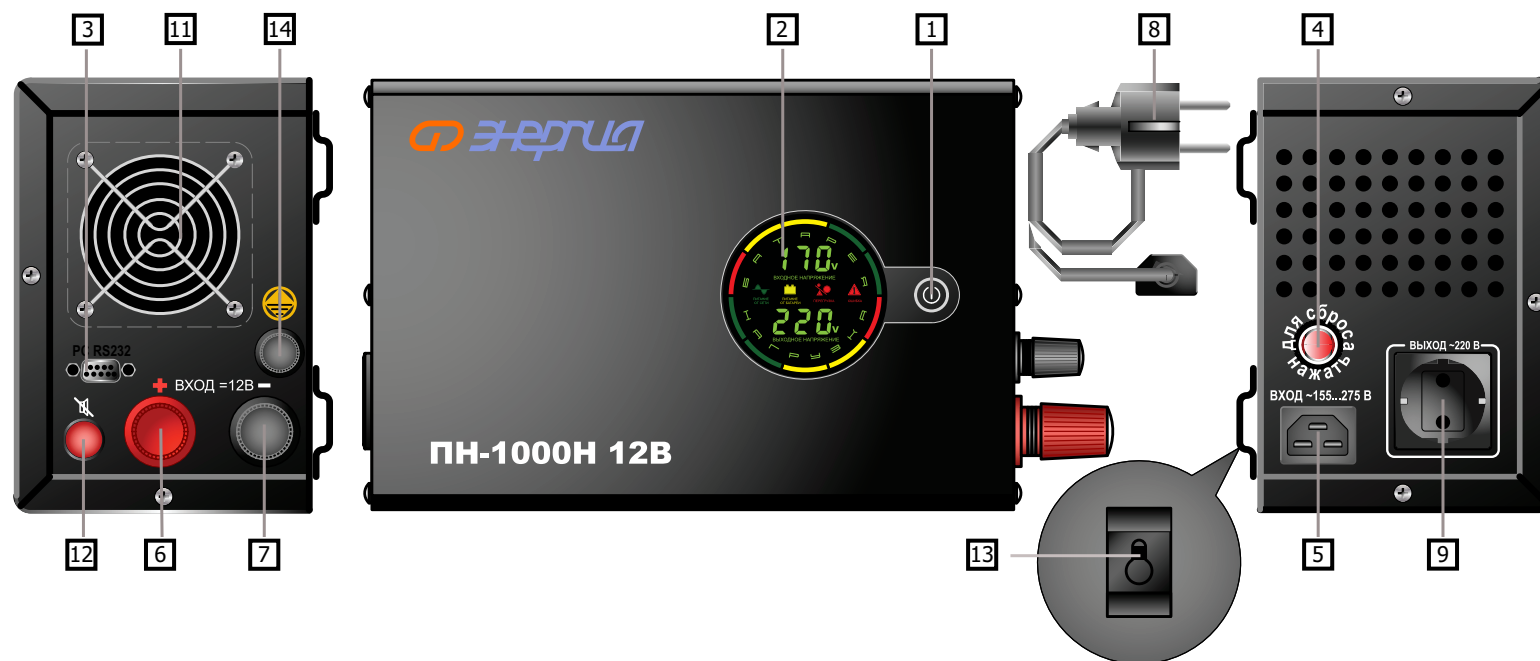
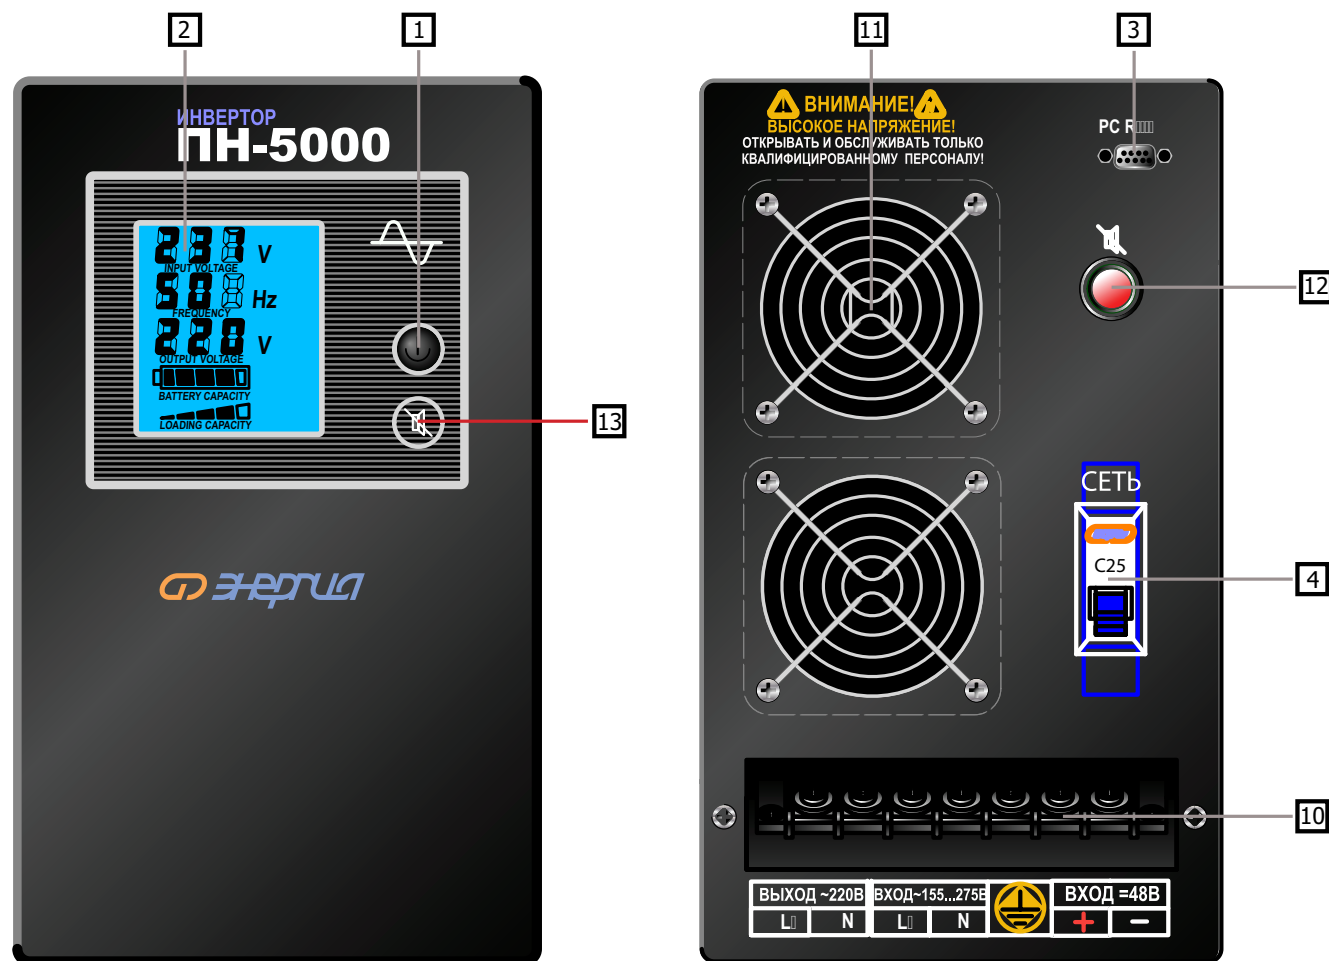

Рис. 1
Рис. 3
4.1. Перечень составных частей изделия (рис. 1,2,3).
5.2.2. После размещения инвертора в месте установки следует подключить к резьбовой клемме на клеммной колодке поз.10 (рис.3) для моделей ПН-2000,3000, 5000 или клемме поз. 14 (рис. 1,2) для моделей ПН-2000, 3000, 5000 проводник заземляющего устройства, удовлетворяющий требованиям раздела 10: «Обеспечение требований безопасности».
Даже при отсутствии сети централизованного электроснабжения необходимо подключить внешний заземлитель в соответствии с разделом 10 к клемме поз. 14 (рис. 1, 2) или на колодке поз.10 (рис.3).
5.3.1. Расположение элементов подключения, управления и индикации для всех моделей показано на рис.1,2,3. Назначение индикации навесных моделей ПН (рис.1, поз.2):
Верхние 5 секций поз.2 (рис.1.): каждая секция обозначает 20% заряда от емкости батареи, при низком заряде батареи горит красная секция.
Нижние 5 секций поз.2 (рис.1.) : каждая секция обозначает 20% нагрузки инвертора, когда нагрузка находится в пределах от 100% до 110% загорается красная секция, также загорается знак "перегрузка", сопровождающийся звуковым сигналом. Индикация входного и выходного напряжений при питании от сети, в инверторном режиме на дисплее отображается только выходное напряжение.
5.4.1. При появлении нормального сетевого напряжения на входе инвертора устройство включается автоматически. Для принудительного включения удерживать кнопку включения «I» поз. 1 (рис. 1) в нажатом положении в течение 4-х секунд, четыре коротких звуковых сигнала в течение 2-х секунд означают завершение режима самотестирования и включение выходного стабилизированного напряжения, а также индикации параметров при наличии ЖК матричной информационной панели в некоторых модификациях.
5.4.2. В модификациях с матричной информационной панелью кнопка «I» поз. 1 (рис. 1) также используется для переключения внутри списка отображаемых на индикаторе параметров при кратковременном нажатии.
5.4.4. Для принудительного отключения выходного напряжения удерживать кнопку «I» поз. 1 (рис. 1) в течение 4-х секунд.
10.3.6. Во время работы инвертора его клемма защитного заземления поз. 14 (рис. 1) или клемма колодки поз. 10 (рис.3) должны быть постоянно подключены к заземлителю, любого из указанных в п. 10.3.2 типов.